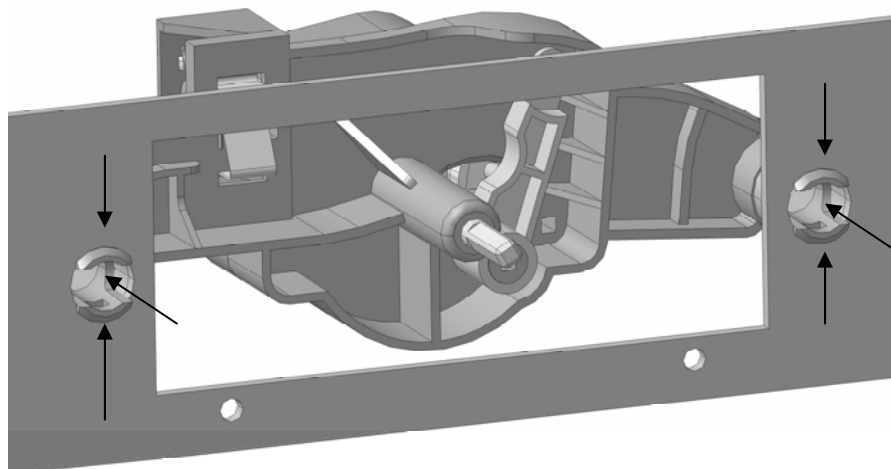

Рис. 6. Съем механической части блока управления отопителем
- на лицевой стороне панели приборов сведите края защелок кронштейна блока управления, вдавите их и снимите механическую часть блока управления отопителем (см. рис. 6);